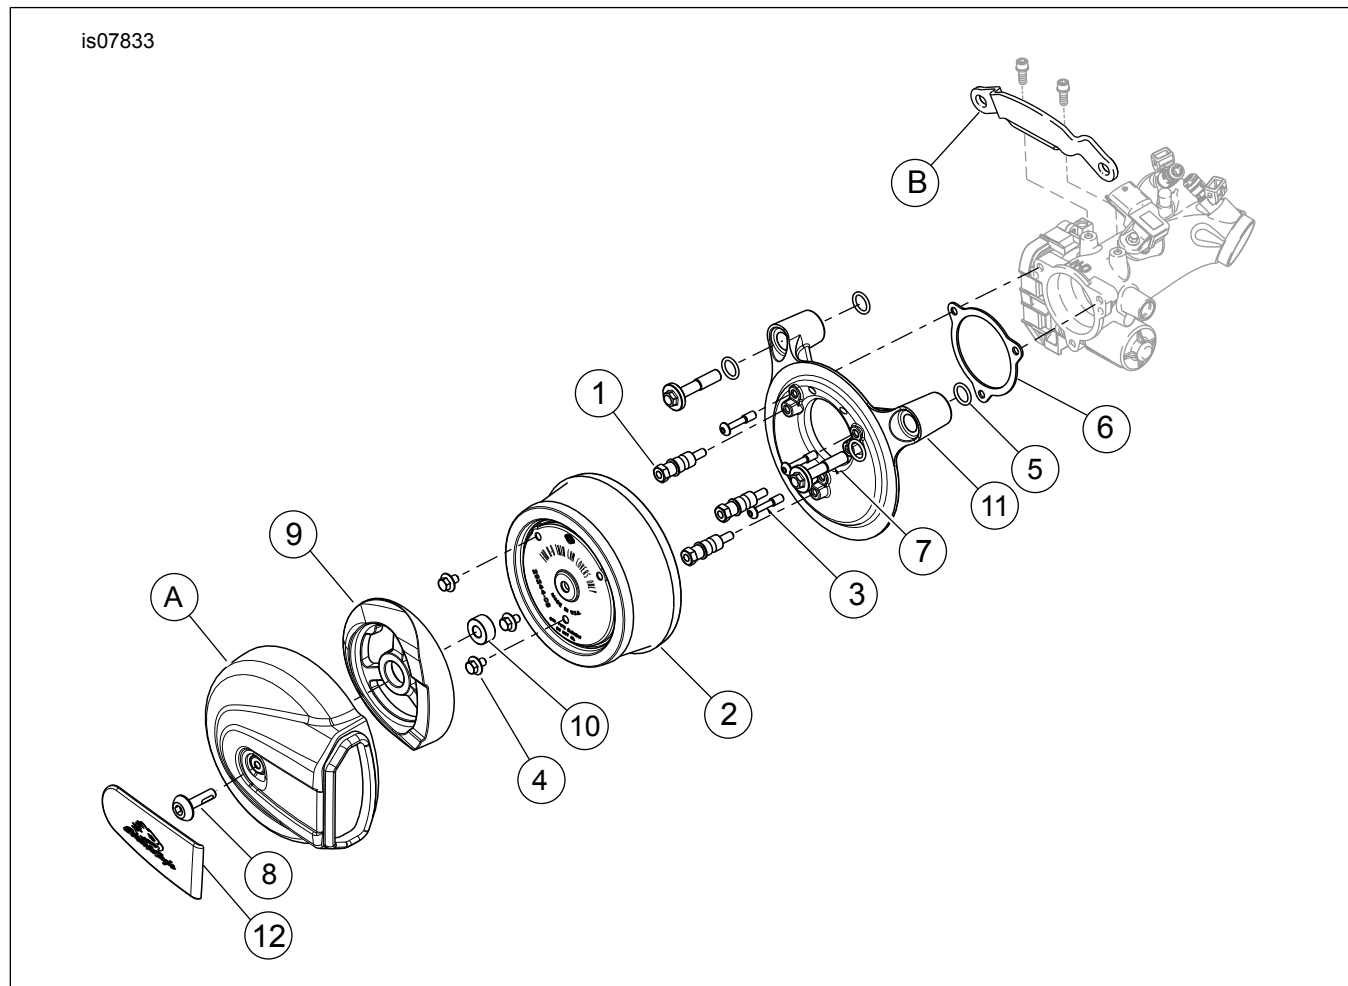

Figura 1. DEPURADOR DE AIRE STAGE I
Vea Figura 1 y Tabla 1.
2. Vea Figura 1 y Tabla 1. Quite la cubierta del depurador de aire de fábrica (A). Deseche las piezas restantes.
4. Extraiga y deseche la pieza de soporte del soporte del módulo de inducción (B).
1. Vea Figura 1. Despegue la cinta protectora de la junta (6) y coloque el lado con adhesivo en la contraplaca (11). Alinee con los agujeros equidistantes de tornillo y cuidadosamente coloque la junta antes de presionar la junta firmemente en su lugar.
2. Instale los dos o-rings (5) del kit en las ranuras alrededor de los agujeros de los tornillos del respiradero, en el lado del módulo de inducción del conjunto de la contraplaca. Instale los dos o-rings (5) del kit en las ranuras en la parte inferior de la cabeza de los tornillos del respiradero (7).
3. Inserte los tornillos del respiradero (7) nuevos a través de la contraplaca (11).
6. Enrosque los tornillos de la contraplaca (3) completamente a través de la contraplaca (2) hasta que las roscas del tornillo queden expuestas en la parte posterior de la contraplaca. Aplique Loctite 243 (azul) a las roscas del tornillo de la contraplaca.
8. Enrosque los espárragos de montaje del elemento del depurador de aire (1) dentro de la contraplaca (11). No apriete completamente en este momento.
9. De forma alternada apriete dos tornillos del respiradero (7) a 13,6–16,3 N·m (120–144 **in-lbs**).
10. Apriete los tres tornillos de la contraplaca (3) a 6,2–6,8 N·m (55–60 **in-lbs**).
11. Apriete los tres espárragos de montaje del elemento (1) a 6,2–6,8 N·m (55–60 **in-lbs**).
1. Vea Figura 1. Asegurar el elemento del filtro de aire (2) a los espárragos de montaje del depurador de aire (1) utilizando los tornillos (4). Ajuste los tornillos a 6,2–6,8 N·m (55–60 **in-lbs**).
2. Cuidadosamente, del depurador de aire (12), quitar y desechar el inserto original de la cubierta del depurador de aire. Quite todo el adhesivo residual de la cubierta con solvente mineral.
1. Vea Figura 1. Extraer el depurador de aire y revisar el elemento del filtro (2) cada 8.000 km (5000 mi) o con mayor frecuencia en condiciones de mucho polvo.
3. Instalar el inserto del depurador de aire (12).